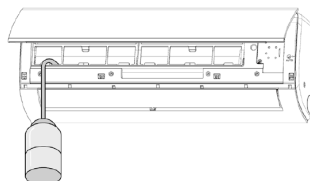

fig. 22 -
- Pentru a verifica scurgerea, turnați apă în tava de scurgere a condensului "fig. 22 -"